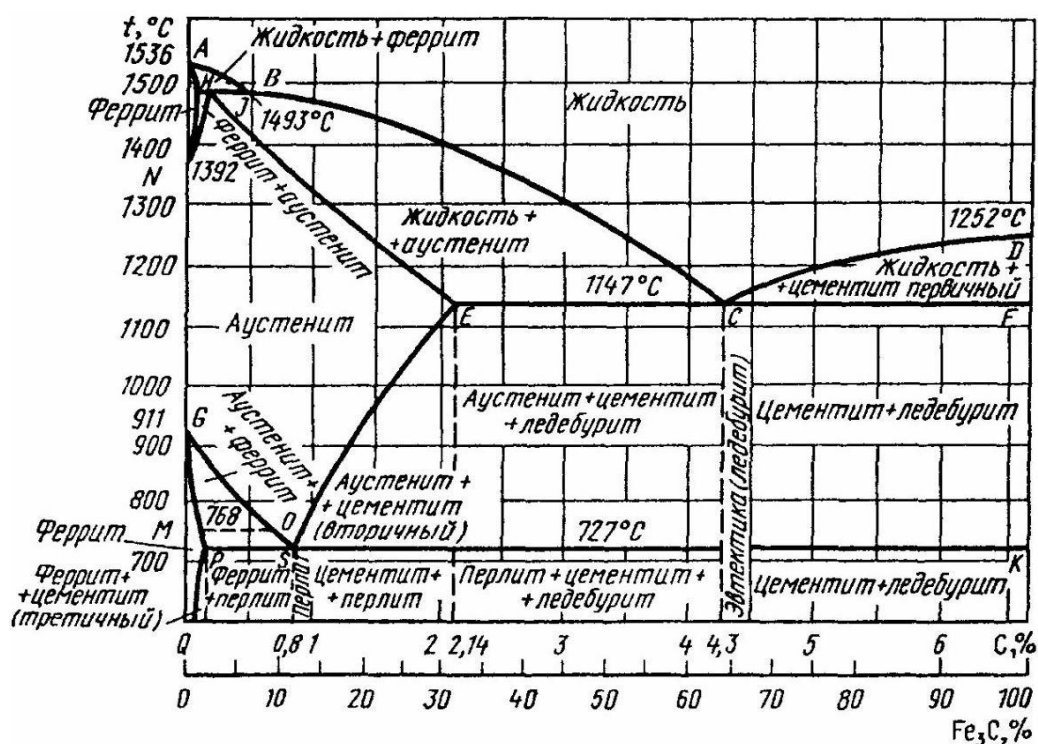

Рисунок 7 – Диаграмма состояния системы железо-углерод (железо-цементит)
76. Вычертите диаграмму состояния системы железо-углерод (железо-цементит) (рисунок 7). Укажите структурные составляющие во всех областях диаграммы. Постройте кривую охлаждения (с применением правила фаз) и опишите превращения от жидкого состояния до нормальной температуры для сплава, содержащего 0,15 % С. Укажите структуру сплава при комнатной температуре, назовите сплав.